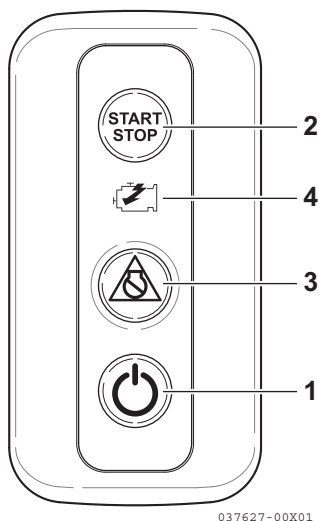

Abbildung 8
4. Den Hauptschalter auf dem Schaltfeld der gewählten Station drücken (**Abbildung 8, (1)**).
9. Den START/STOP-Schalter (**Abbildung 8, (2)**) drücken und den Anlasser einschalten.